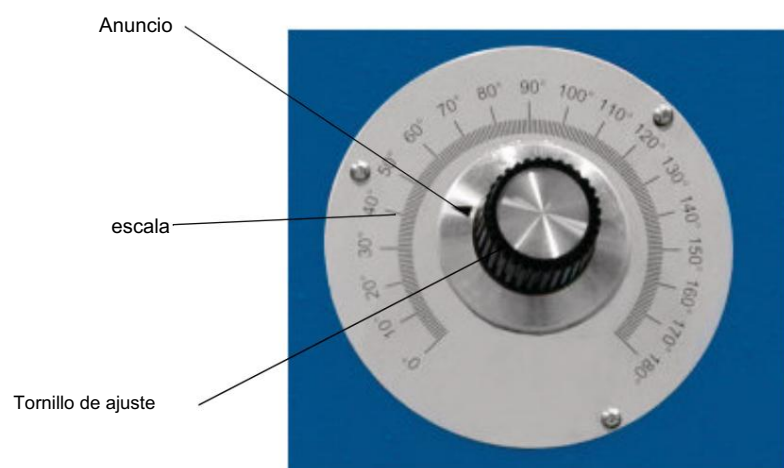

Fig. 15: Ajuste del ángulo de flexión mediante un potenciómetro
Las patas del tope trasero se ensamblan como se muestra en la Fig. 15 a la izquierda. El tope trasero se monta en la parte trasera de la máquina utilizando los dos huecos (pos. 1 y pos. 2, Fig. 15, derecha).